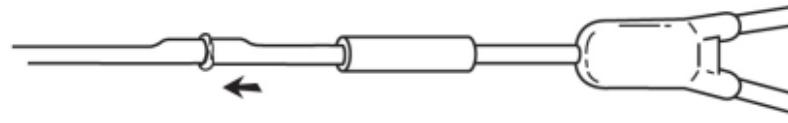

Fig. 7
7. Deslizar las cánulas metálicas del extremo del catéter de recambio totalmente dentro del catéter (**Fig. 7**).